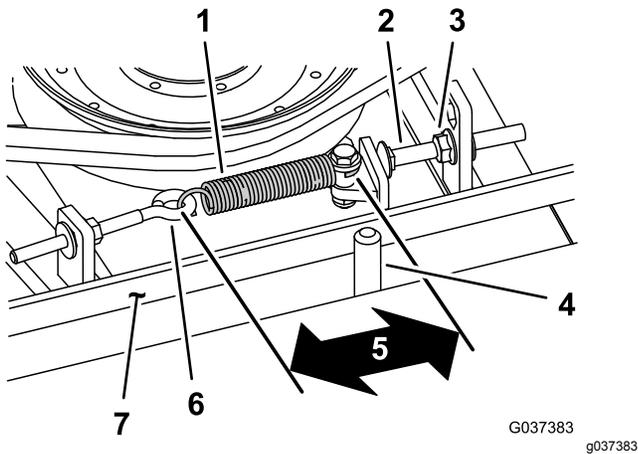

Рисунок 77
При правильном натяжении внутренняя длина пружины растяжения (между зацепами) должна быть приблизительно 8,3–9,5 см. После того, как будет достигнуто правильное натяжение пружины растяжения, отрегулируйте упорный болт (каретный болт) так, чтобы между головкой болта и рычагом натяжного ролика оставался зазор 2–5 мм. (Рисунок 77).
**Примечание:** Убедитесь, что ремень расположен на направляющей ремня со стороны пружины (Рисунок 77).
2. Ослабьте рым-болт, чтобы можно было снять пружину растяжения (Рисунок 77).
3. Ослабьте фланцевую гайку, которая крепит упорный болт к монтажному выступу, и отодвиньте натяжной ролик от ремня, чтобы ослабить натяжение ремня (Рисунок 77).
9. Подсоедините пружину растяжения (Рисунок 77) к рым-болту и натяните ремень следующим образом: